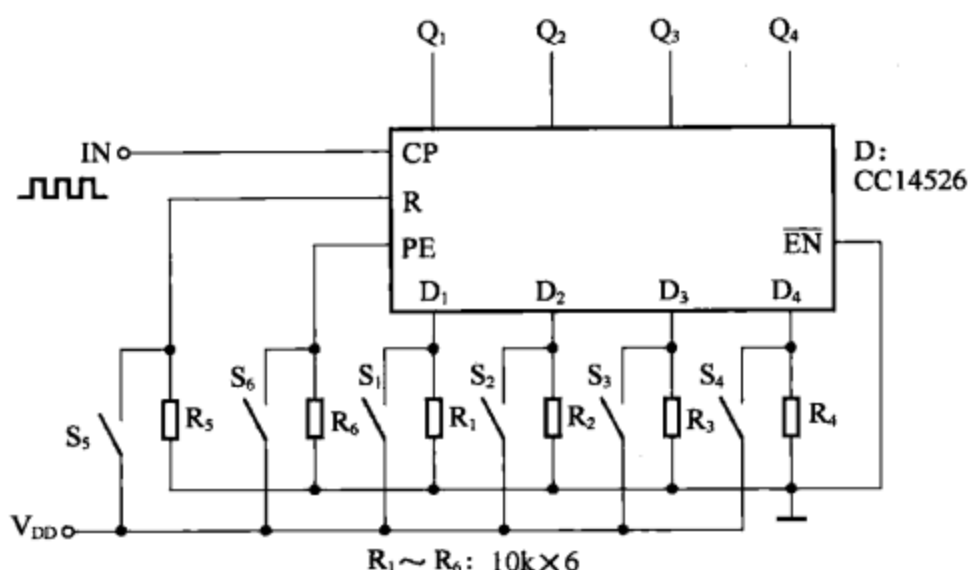

图 8-43
(2) 图 8-43 所示为 CC14526 构成的可预置数的 4 位二进制减法计数器电路。 $S_1 \sim S_4$ 为预置数 ($D_1 \sim D_4$) 的设置开关，合上为“1”，断开为“0”。 S_6 为送数开关，合上时预置数被送入计数器内， $Q_1 \sim Q_4 = D_1 \sim D_4$ 。计数信号由 CP 端输入作减法计数。 S_5 为清零按钮。